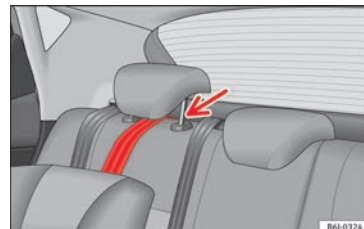

Fig. 25 Sangle de fixation : réglage et montage corrects.
- Placez la sangle sous l'appuie-tête de la banquette arrière » » **fig. 25** (soulevez l'appuie-tête si nécessaire).